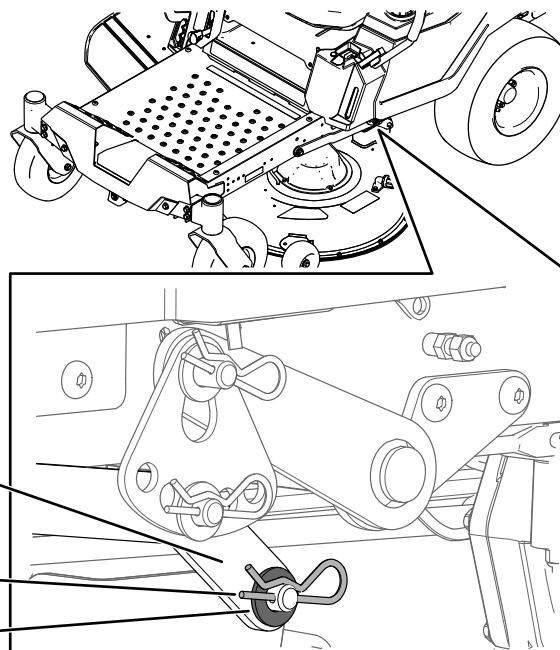

Figure 73
7. D'un côté de la machine, retirez la rondelle et la goupille fendue de l'axe du plateau (Figure 73).
8. Déposez le bras de levage de l'axe du plateau (Figure 73).
5. D'un côté de la machine, soulevez l'arrière du plateau de coupe et installez le bras de levage sur l'axe du plateau (Figure 73).
6. Installez le bras de levage avec la rondelle et la goupille fendue (Figure 73).